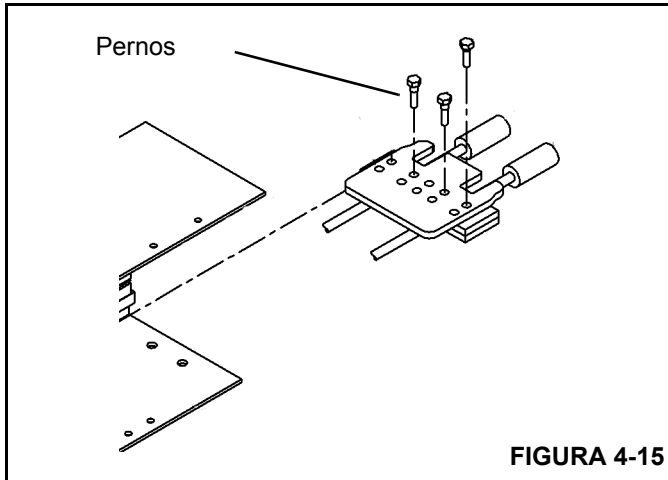

FIGURA 4-15
5. En el extremo de base de la 4ª sección (Figura 4-15), instale el conjunto de anclaje en el orden siguiente: